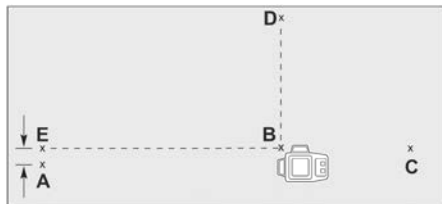

Рисунок 12
3.7.7 На спроектованій лінії переднім вертикальним променем позначте точку «Е» (дивіться рисунок 12).